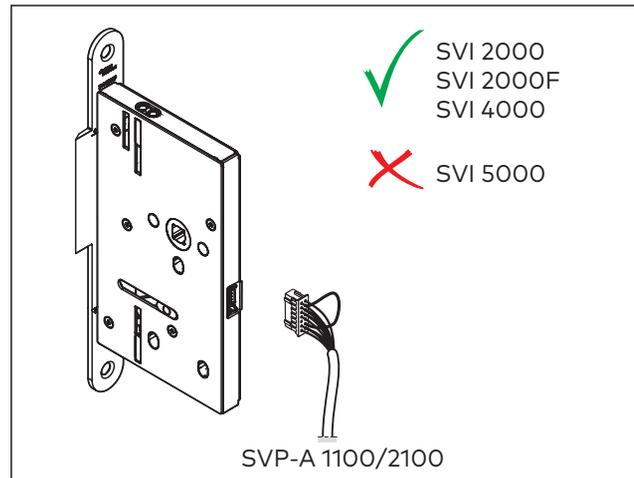

Abb. 38 Kabel anschließen
5. Das Anschlusskabel SVP-A 1100/2100 einziehen und an das Schloss anschließen (Abb. 38).